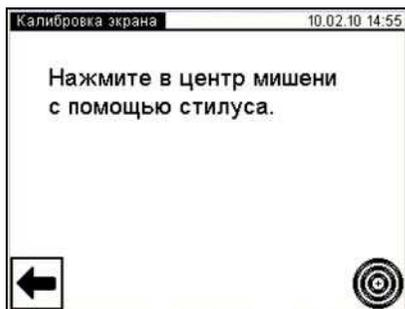

Рисунок 6.7
2) Перейти в окно "Калибровка экрана", для чего в окне "Настройка" нажать на строку "Калибровка экрана", на экране появится окно "Калибровка экрана" (рисунок 6.7)